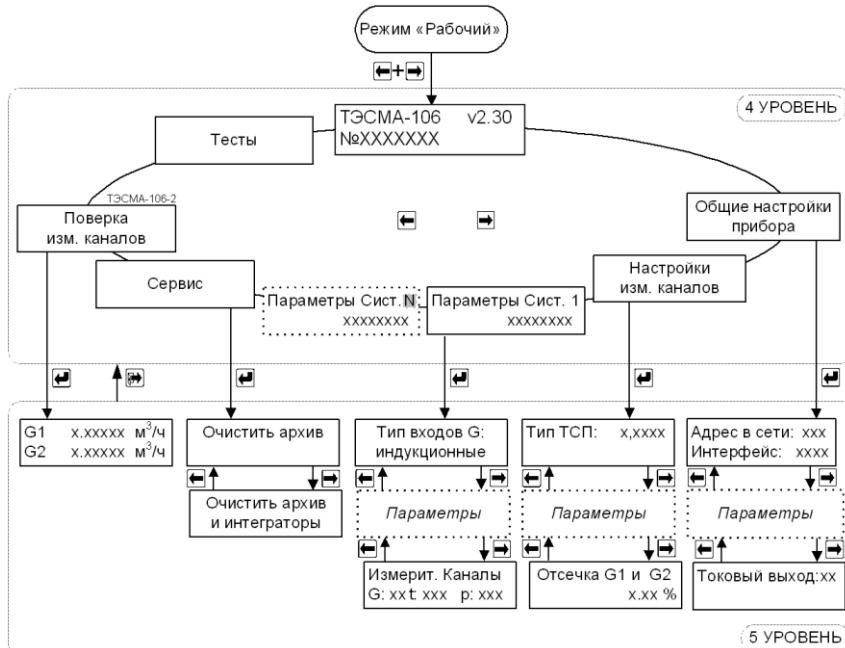

Рис. 7.3 Режим «Настройки» для ТЭСМА-106. Пункт меню «Проверка изм. каналов» доступен только для модификации ТЭСМА-106-2
7.4.1 Для входа в режим работы теплосчетчика «Настройки» необходимо, находясь в любом меню режима «Рабочий», одновременно нажать кнопки «влево» и «вправо». Порядок перехода между окнами в режиме «Настройки» изображён на рис. 7.3.